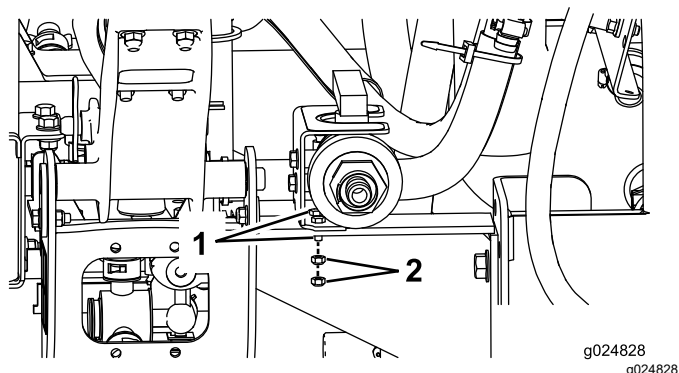

Figure 34
6. Montez le clapet à bille et son support sur la machine au moyen de 2 boulons à tête hexagonale (6 x 16 mm) et 2 écrous à embase (6 mm) (Figure 34).